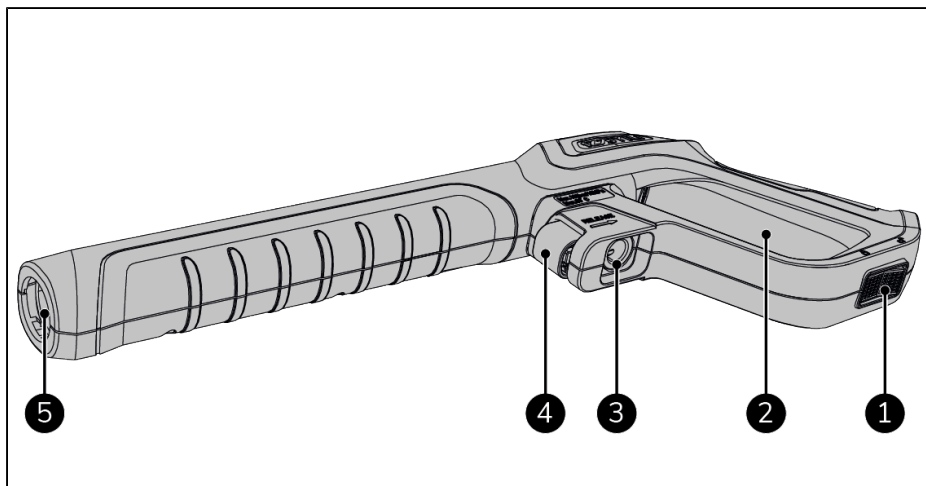

Figuur 4.
1. Houd het spuitpistool (Figuur 4, pos. 1) met beide handen vast.
2. Plaats de vloerreiniger (Figuur 4, pos. 5) op het te reinigen oppervlak.